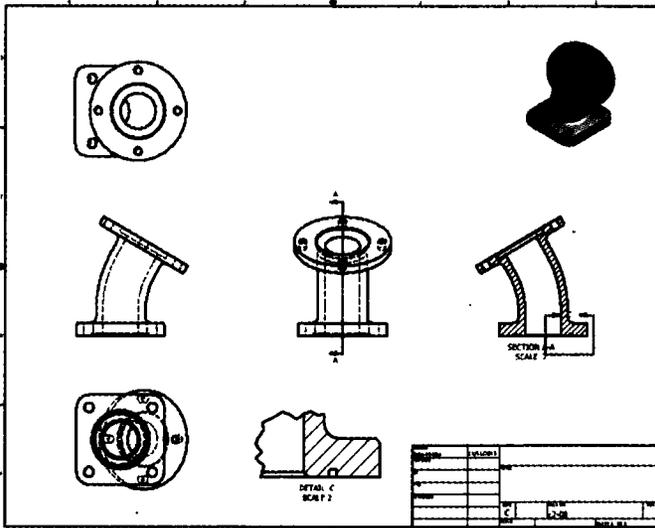

Рис. 2.15. Обновленные виды на чертеже
9. Нажмите **ОК**, чтобы обновить чертеж. См. рис. 2.15.